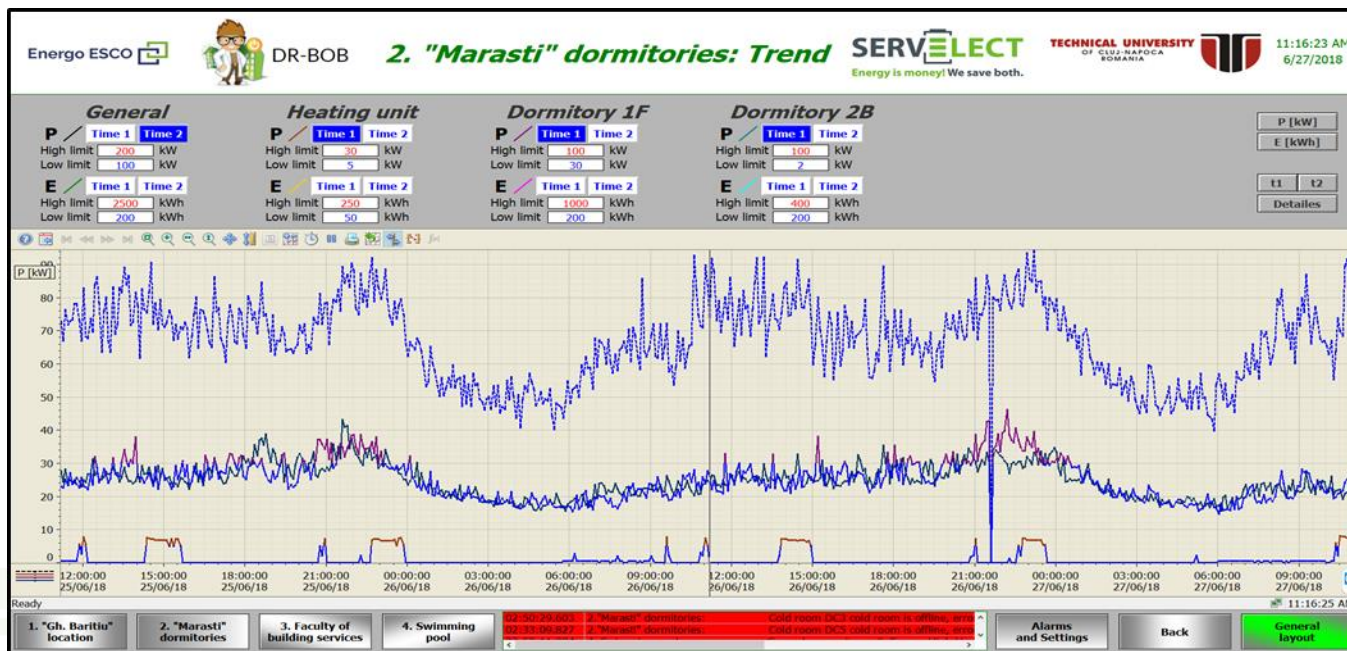

Fig.13a. Trend Cămine Mărăști
- Trends-conduce la fereastra din Fig.13a.